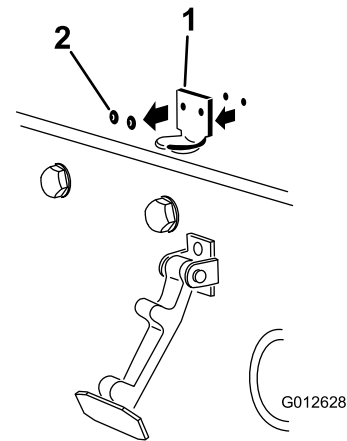

Bild 15
2. Entfernen Sie die zwei Nieten, mit denen die Halterung des Motorhaubenriegels an der Motorhaube (Bild 15) befestigt ist, und nehmen